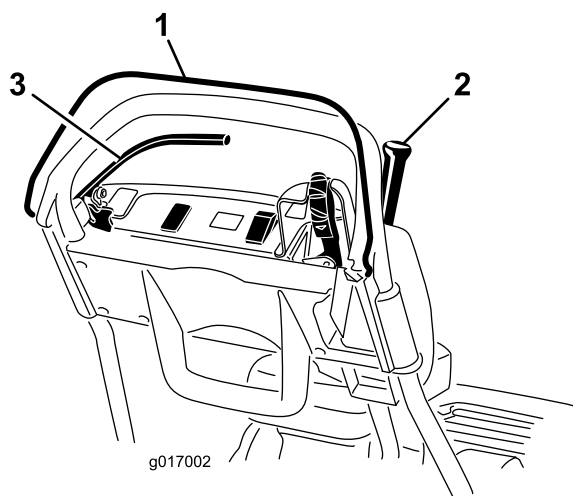

Рисунок 28
3. Попробуйте привести в действие рычаг тяги при ненажатом механизме контроля присутствия оператора (Рисунок 28). Рычаг тяги не должен включаться. Если рычаг тяги включается, то система блокировки нуждается в ремонте. Устраните неполадку перед эксплуатацией. См. Обслуживание блокировочного выключателя тяги \(страница 35\)
- При нажатом механизме контроля присутствия оператора и включенном рычаге тяги отпустите механизм контроля присутствия оператора (Рисунок 28). Рычаг тяги должен отключиться. Если рычаг тяги не отключается, то система блокировки нуждается в ремонте. Устраните неполадку перед эксплуатацией. См. Обслуживание блокировочного выключателя тяги \(страница 35\) или (страница).
- При нажатом ОРС и передвинутом влево рычаге переключения включите приводы барабана и тяги и отпустите ОРС (Рисунок 28). Рычаг тяги должен отключиться. Если рычаг тяги не отключается, то система блокировки нуждается в ремонте. Устраните неполадку перед эксплуатацией. См. Обслуживание блокировочного выключателя тяги \(страница 35\), (страница), или Регулировка управления барабаном \(страница 39\).
- При нажатом ОРС и передвинутом влево рычаге переключения включите приводы барабана и тяги, переведите рычаг переключения вправо для отключения привода барабана (Рисунок 28). Привод тяги должен отключиться. Если рычаг тяги не отключается, то система блокировки нуждается в ремонте. Устраните неполадку перед эксплуатацией. См. Регулировка управления барабаном \(страница 39\).
- При нажатом механизме контроля присутствия оператора, включенном рычаге тяги и органах управления двигателем в положении запуска (Рисунок 28). Попробуйте запустить двигатель. Двигатель не должен запуститься. Если двигатель запускается, то блокировочный выключатель нуждается в ремонте. Устраните неисправность до начала работы. См. Обслуживание блокировочного выключателя тяги \(страница 35\)
- При выключенном рычаге тяги, включенном рабочем тормозе и органах управления двигателем в положении запуска (Рисунок 28). Попробуйте запустить двигатель. Двигатель должен запуститься. Если двигатель не запускается, то блокировочный выключатель нуждается в ремонте. Устраните неисправность до начала работы. См. Обслуживание блокировочного выключателя тормоза \(страница 35\)
- При работающем двигателе включите рабочий (но не стояночный) тормоз, нажмите механизм контроля присутствия оператора и включите рычаг тяги (Рисунок 28). Двигатель должен работать, преодолевая сопротивление тормоза, но не долженглохнуть. Если двигатель сразу жеглохнет, то блокировочный выключатель нуждается в ремонте. Устраните неисправность до начала работы. См. Обслуживание блокировочного выключателя тормоза \(страница 35\)
- При работающем двигателе включите стояночный тормоз, нажмите механизм контроля присутствия оператора и включите рычаг тяги (Рисунок 28). Двигатель должен заглохнуть. Если двигатель неглохнет, то блокировочный выключатель нуждается в ремонте. Устраните неисправность до начала работы. См. Обслуживание блокировочного выключателя тормоза \(страница 35\)